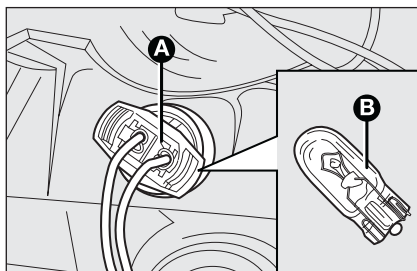

fig. 25
- ☐ saque el grupo portalámpara **A**-fig. 25 montado a presión, quite la lámpara **B** y sustitúyala;